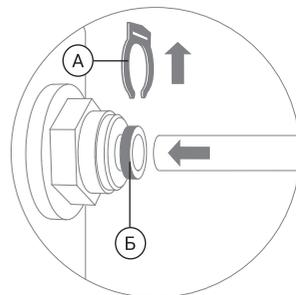

Рис. 4
1. Отсоедините стопорную клипсу (А), затем вставьте до упора в фитинг трубку, проведя ее через цанговое кольцо (Б) (рис. 4). Для герметизации соединения приложите дополнительное усилие, при этом трубка утопится еще примерно на 3 мм и будет плотно обжата резиновым кольцом.